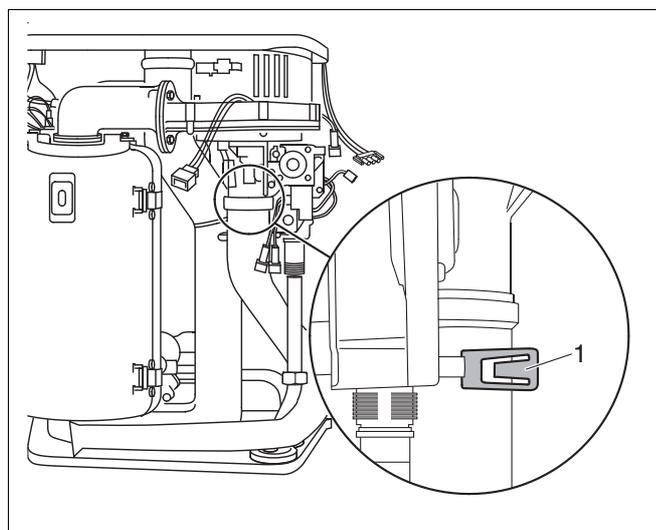

Abb. 35 Luftansaugrohr herausnehmen
- Sicherungsblech wegdrücken (Abb. 35, Pos. 1).